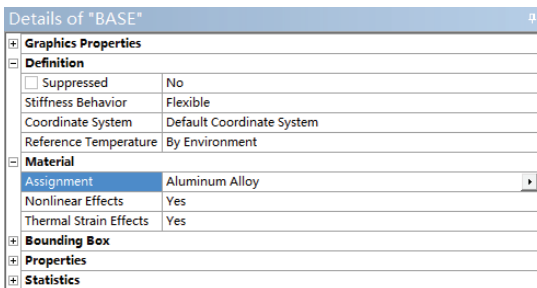

图 8-20 添加 Aluminum Alloy 后的细节窗口
5) 单击参数列表 Material 下 Assignment 黄色区域后的 , 此时会出现设置的材料, 选择 Aluminum Alloy 即可将其添加到模型中去, 如图 8-20 所示, 此时树结构图 Geometry 前的 ? 变为 , 表示材料已经添加成功。